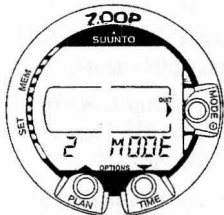

Рис. 4.1 Режим работы с основными пунктами меню. [2 MODE].
1. Декомпрессиметр переходит в режим работы с меню при нажатии многофункциональной кнопки **MODE** в Режиме Погружения (рис. 4.1).